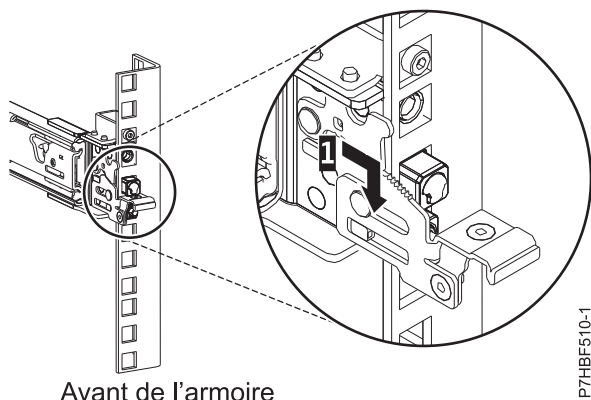

Figure 5. Broches installées sur la glissière avant de l'armoire
- Tirez la glissière vers l'avant et insérez les trois broches à l'avant de la glissière dans les trous précédemment marqués de l'unité EIA sélectionnée. Abaissez la glissière (1) pour engager le crochet sur la broche du milieu. Pour plus de détails, voir figure 5, à la page 6.